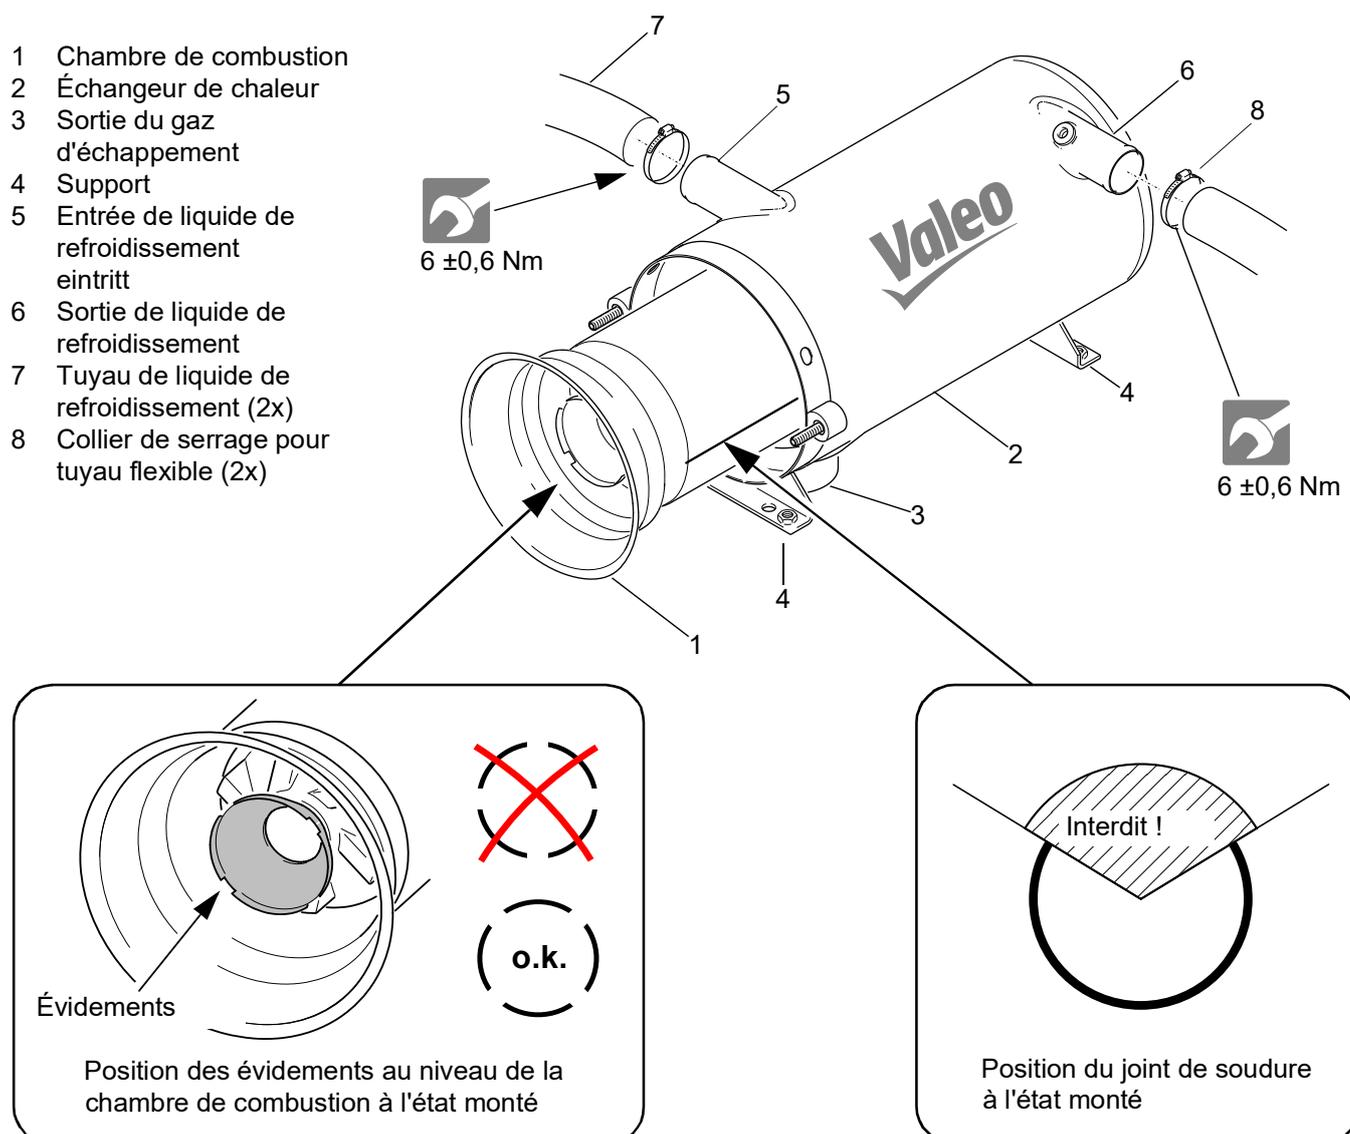

Fig. 808 Montage et démontage de la chambre de combustion
2. Sortir la chambre de combustion (1, Fig. 808) de l'échangeur de chaleur (2).
1. Faire glisser la chambre de combustion (1, Fig. 808) dans l'échangeur de chaleur (2) jusqu'à la butée. Veiller ici à la position
- Insérer la chambre de combustion dans l'échangeur de chaleur de sorte que le joint de soudure du tube de combustion soit placé dans une zone faisant un angle entre 2 et 10 heures (pas en haut !) (Fig. 808). Une modification de la position est autorisée dans le cadre de la maintenance et pour allonger la durée de vie de la chambre de combustion.
- Lors du montage de la chambre de combustion, positionner les évidements dans le pot comme indiqué sur Fig. 808. Le combustible s'égouttant du gicleur est ainsi collecté dans un réservoir situé entre le disque et le turbulateur, puis brûlé lors de la prochaine combustion au lieu d'encrasser le chauffage autonome.
3. Retirer les écrous combinés (2) et débrancher le brûleur (1) de l'échangeur de chaleur.
4. Si nécessaire, desserrer les colliers de serrage pour la tubulure d'échappement au niveau de la sortie de gaz d'échappement (3, Fig. 808).
6. Desserrer les colliers au niveau des tuyaux de liquide de refroidissement, retirer les tuyaux de l'entrée (5) et la sortie (6) et fermer ces dernières avec des bouchons.
7. Retirer les vis et les rondelles au niveau du support (4) de l'échangeur de chaleur.
8. Sortir la chambre de combustion (1) de l'échangeur de chaleur (2).
1. Placer correctement la chambre de combustion (1) dans l'échangeur de chaleur (2) (voir Fig. 808).
3. Placer l'échangeur de chaleur (2, Fig. 808) dans sa position d'installation et fixer le support (4) avec des vis, des écrous et des rondelles à chacun des points de fixation du véhicule.
4. Si nécessaire, fixer la tubulure d'échappement sur la sortie du gaz d'échappement (3) avec des colliers de serrage.
5. Enfiler les tuyaux sur les embouts d'entrée/de sortie de liquide de refroidissement et les fixer avec des colliers (8).